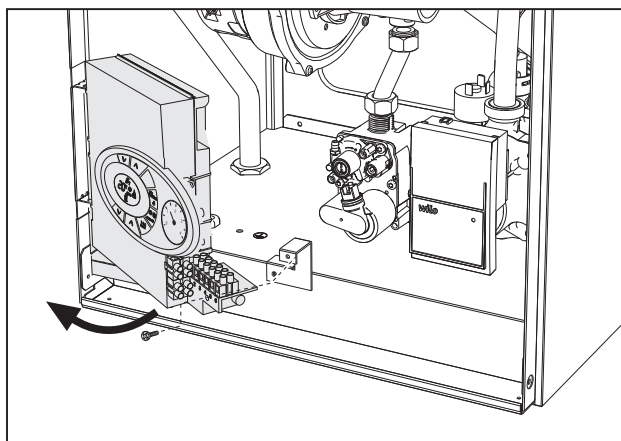

рис. 22
2. Открутите винт и разверните панель управления (см. рис. 22).